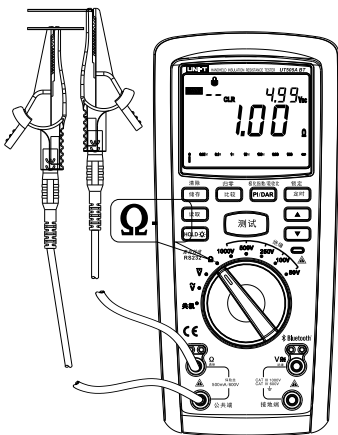

图6
3、低电阻测量（见图6）
- ① 将红色表笔插入“Ω”插孔（红色孔）另一端并加装成鳄鱼夹，黑色表笔插入COM插孔（黑色孔）另一端并加装成鳄鱼夹。
- ② 将转盘开关旋转置“Ω”档位，并将表笔并联到待测电路中。
- ③ 按下测试键按钮，等待约2秒从显示屏读出当前的测量值。
- ④ 在测量过程中如果想保存测量电压值只需按下“储存”按钮即可保存。
- ⑤ 为了保证测量准确度，测量前需对仪表表笔做归零，目的是去除表笔带来的误差；具体操作为先将两表笔的鳄鱼夹短路，按下“手机app的测试键或仪表的测试键”按钮后，屏幕读数显示低于2.00Ω的电阻值，再长按“比较”按键约2秒，屏幕右上角显示“归零”符号，并且屏幕读数显示为“0.00Ω”表示归零成功。